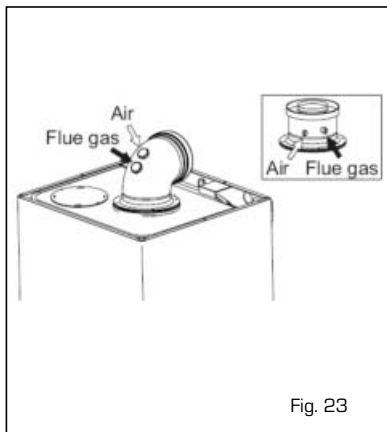

Fig. 23
4.8.1 Combustion Check (fig. 23)